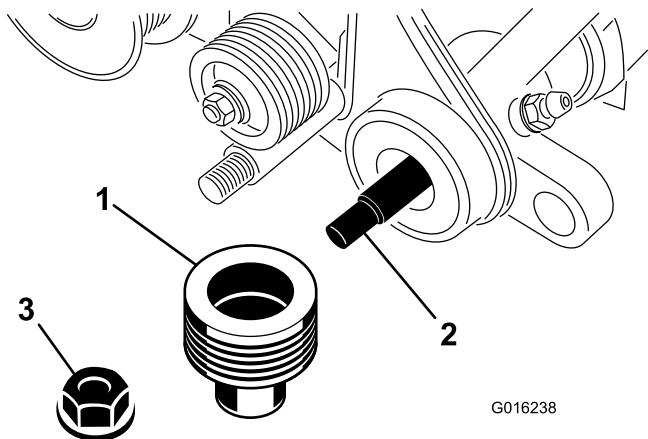

Figura 31
6. Retire la contratuerca con arandela prensada que sujetala polea arrastrada al extremo del eje del acondicionador (Figura 31). Retire la polea.